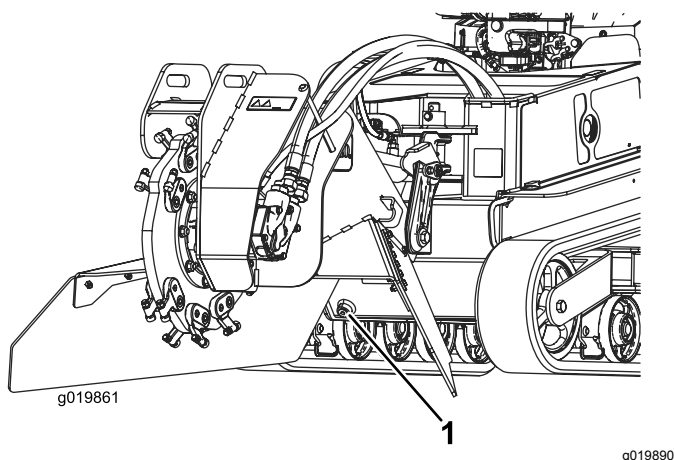

Figure 62
7. Retirez le bouchon de vidange du réservoir hydraulique pour permettre à l'huile de s'écouler dans le bac de vidange (Figure 62).